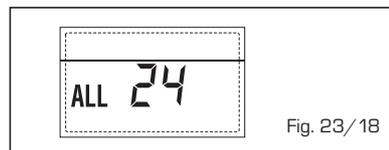

Fig. 23/18
- **ANOMALIE PANNE SONDE CHAUFFE-EAU SOLAIRE S2 "ALL 25"** (fig. 23/19)